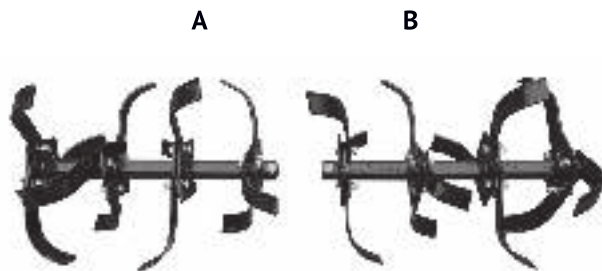

Рис. 2
- Вторая половина фрез (Рис. 2-В), собирается лезвиями вниз по ходу вращения.